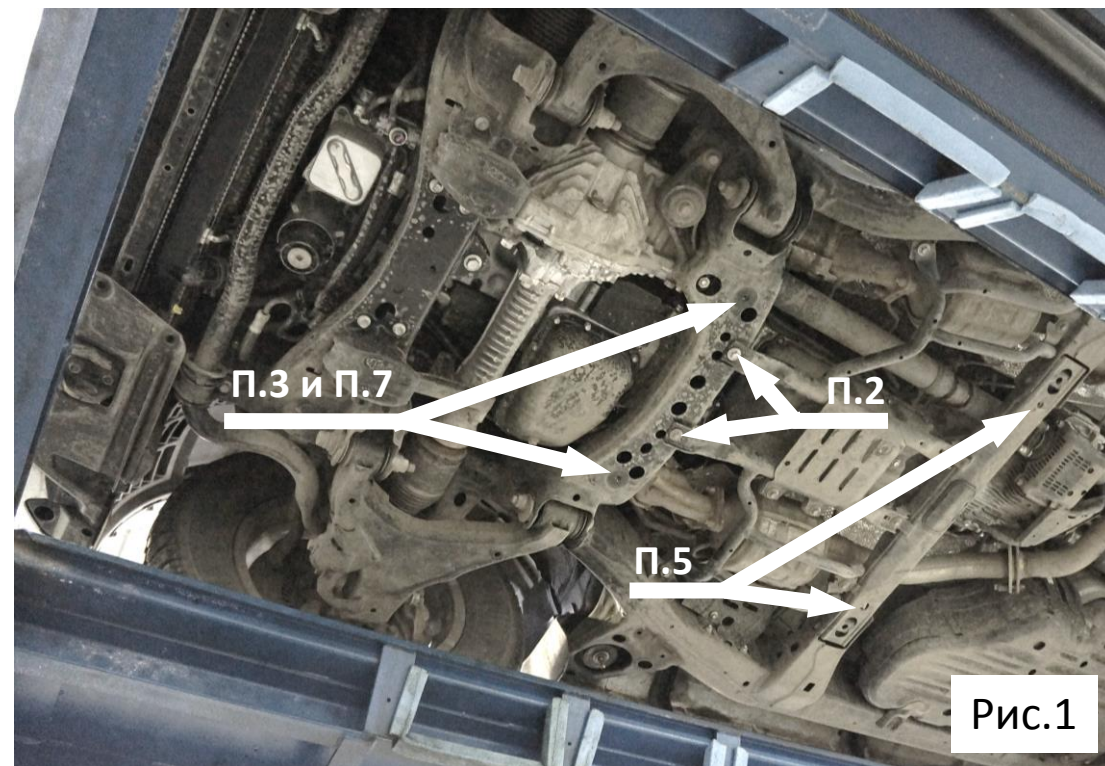

Рис.1
2. Вывернуть штатные болты (рис.1) и вернуть на 2-3 оборота в каждое отв. болт М10х50+гровер 10+три шайбы М10 усиленные.
3. Ввернуть на 2-3 оборота болты (рис.1) из комплекта крепежа в штатные точки крепления.